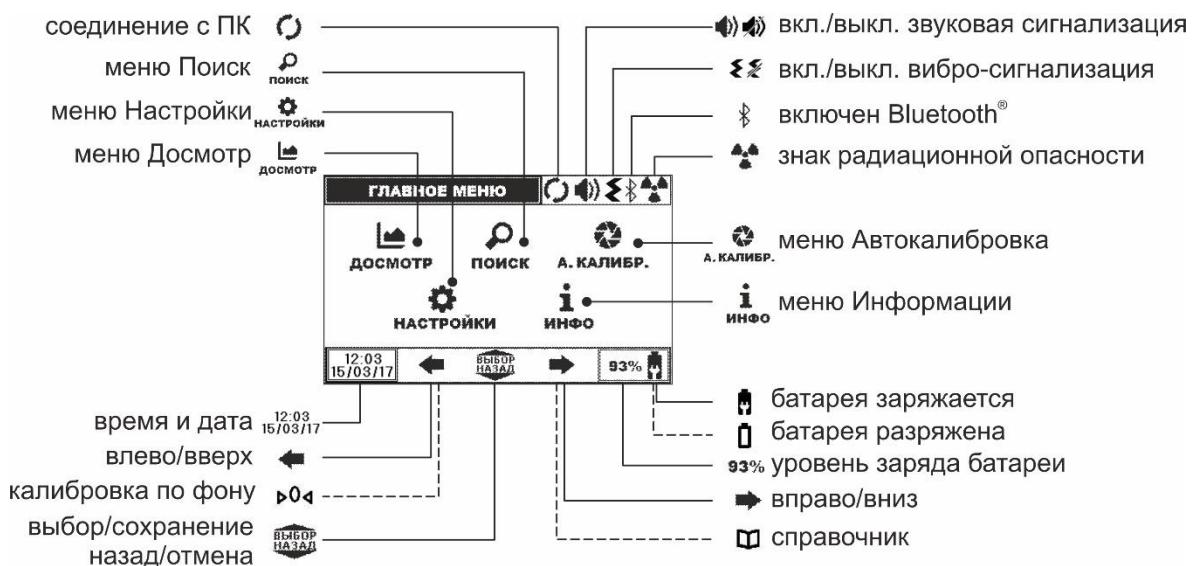

Рисунок 2.6 – ЖКИ прибора и назначение пиктограмм главного меню
**2.2.2.3.5** Для удобства исследования различных объектов (например, обшивка автомобиля, шина) в режиме досмотра есть справочник  опорных фонов (рисунок 2.6), в котором каждому опорному фону соответствует определенное значение средней скорости счета импульсов. Производитель заносит в справочник  набор опорных фонов (16 шт.). Пользователю необходимо самостоятельно, вместо заложенных опорных фонов, сохранить (2.2.2.3.8) и переименовать с помощью пользовательского ПО используемые им опорные фоны.